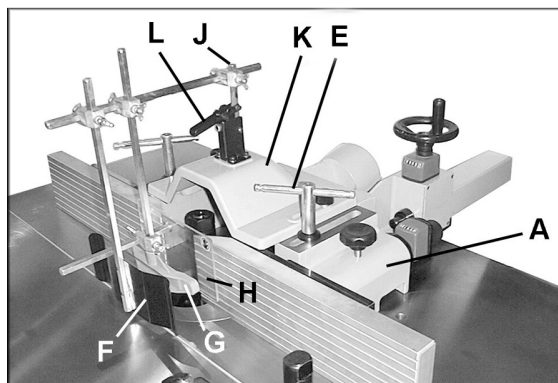

Рисунок 7
1. Разместите корпус упора (А, рис. 7) на столе. Установите две фиксирующие рукоятки (Е, рис. 7) с шайбами, и прикрепите упор к столу при помощи одного из двух комплектов отверстий на столе.
4. Установите крышку (К, рис. 7) при помощи двух фиксирующих ручек и плоских шайб.
Защитный блок можно установить различными способами, в зависимости от типа работ, которые требуется произвести. Рис. 7 показывает один из способов.
1. Установите пружинную защиту (F, рис. 7), держатель (G, рис. 7) и прозрачную пластиковую защиту (H, рис. 7) на установочный стержень (J, рис. 7), расположенный наверху крышки упора (K, рис. 7), используя стержень и фиксаторы. На защелку установочного стержня (L, рис. 7) можно надавить, чтобы лучше закрепить защиту на месте.
2. Пружинную защиту (F, рис. 7), держатель (G, рис. 7) и прозрачную пластиковую защиту (H, рис. 7) можно отводить в сторону, когда они не используются или когда проводится настройка. Просто потяните защелку (L, рис. 7) и отодвиньте весь узел назад.